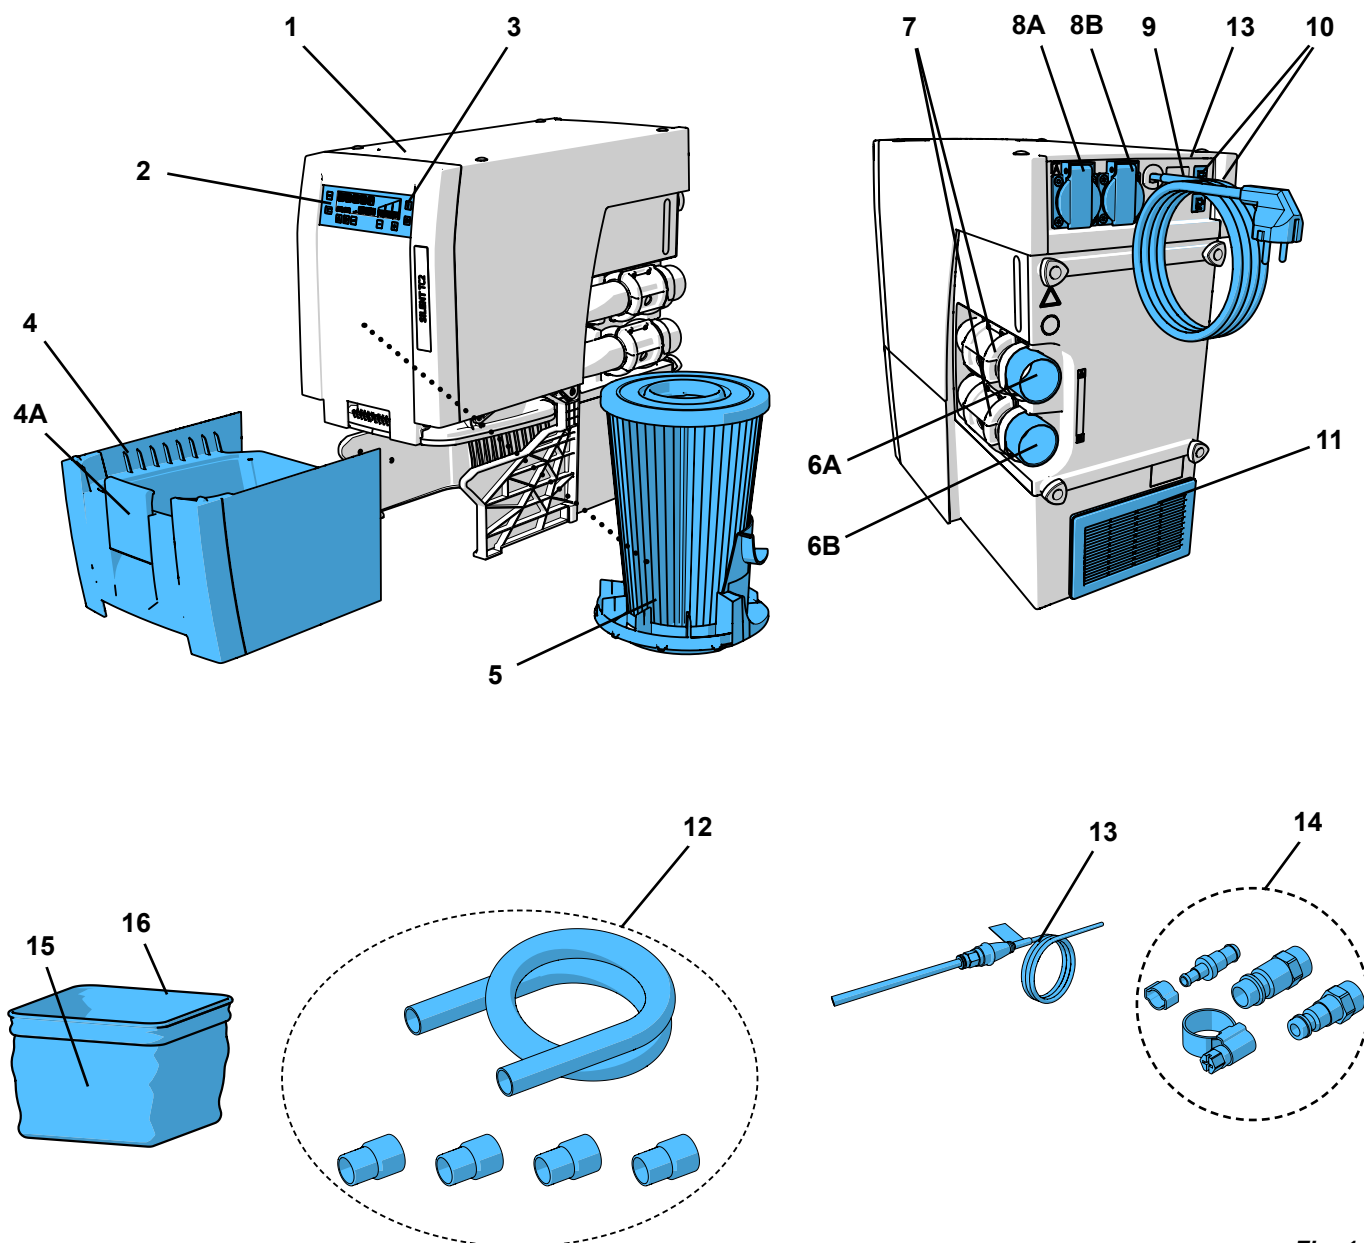

Fig. 1
- la salida de aire (11, Fig. 1) no cuente con ninguna obstrucción.
- Guía externa del aire de escape (A) (véase el cap. 4.7).
- Abertura en la pared posterior del armario (B), mín. 250 x 120 mm, directamente enfrente de la salida del aire de escape (11, Fig. 1).
- Retirar la pared posterior del armario (C), distancia de la pared posterior del armario a la pared mín. 50 mm.
⇒ Desenrollar el cable de alimentación (9, Fig. 1) y enchufar la clavija de alimentación en la toma de corriente de la instalación del edificio.